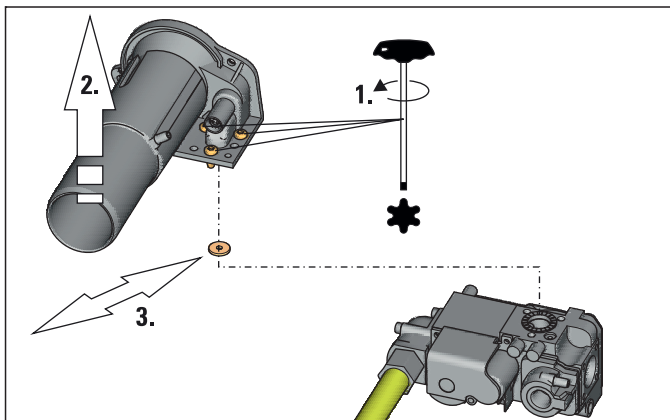

Figura 7-8 Svitare l'ugello Venturi e rimuovere la fascia di ottone
5. Svitare le 3 viti con cui l'ugello Venturi è avvitato al blocco di regolazione di sicurezza del gas (figura 7-8, passaggio 1).
6. Rimuovere l'ugello Venturi (figura 7-8, passaggio 2).
7. Rimuovere la fascia di ottone che si trova fra il blocco di regolazione di sicurezza del gas e l'ugello Venturi (figura 7-8, passaggio 3).
7. Inserire la fascia di ottone per il gas liquido fra il blocco di regolazione di sicurezza del gas e l'ugello Venturi (figura 7-8, passaggio 3).